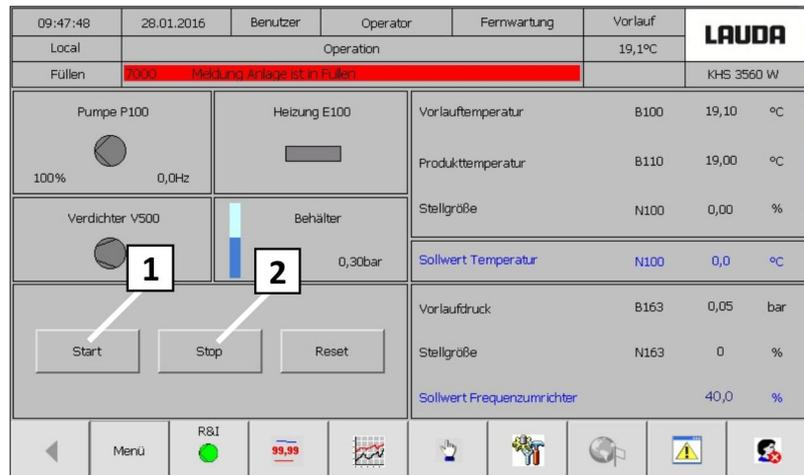

Abb. 34: Bildschirm Betrieb
**21.** Durch Drücken des Start-Tasters (Abb. 34 [1]) und kurz danach des Stopp-Tasters (Abb. 34 [2]) Drehrichtung des Umwälzpumpenmotors kontrollieren.